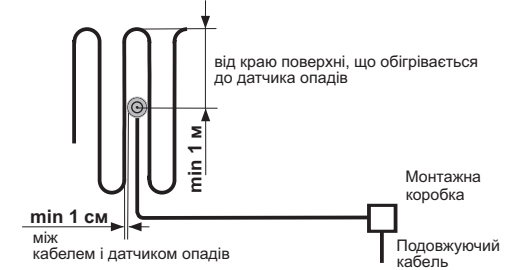

Рисунок 3. Розташування датчика опадів і нагрівального кабелю при підігріві ґрунту
- датчик опадів повинен розташовуватися **всередині поверхні, що обігривається** і як мінімум в 1 м від її краю (рис. 3).